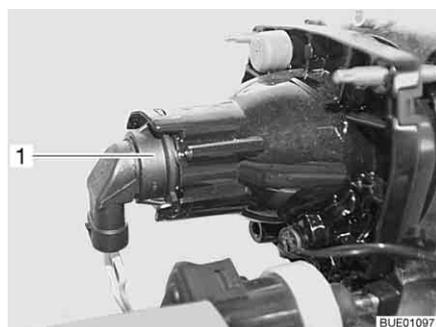

Fig. 265 Faro anabbagliante/abbagliante/luce di posizione
- Afferrare dietro il supporto lampada (Fig. 265,1).